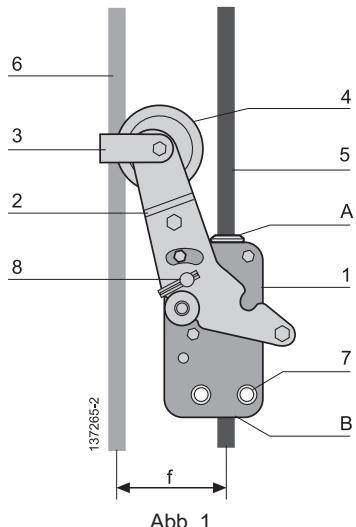

Abb. 1
Die Fangvorrichtung Blocstop™ Typ BSA (Abb. 1) besteht aus einem Gehäuse aus verzinktem Stahl (Pos. 1 Abb. 1) und einem Schwenkhebel aus verzinktem Stahl (Pos. 2 Abb. 1) mit einer Seilrolle aus verzinktem Stahl am Ende (Pos. 4 Abb. 1). Die Fangvorrichtung wird durch die 2 zuvor in den Öffnungen (Pos. 7 Abb. 1) angebrachten Schrauben + selbstsichernden Muttern starr an der Arbeitsbühne befestigt. Die Drehung des Hebels (Pos. 2 Abb. 1) bewirkt das Öffnen oder Schließen der Backen.
Die Funktion der Fangvorrichtung ist automatisch und hängt ausschließlich vom Abstand f (siehe Abb. 1) zwischen dem Hubseil (Pos. 6 Abb. 1) zum Heben der Arbeitsbühne und dem Sicherheitsseil (Pos. 5 Abb. 1) ab, das durch das Gehäuse (Pos. 1 Abb. 1) geht.
- Wenn das Hubseil (Pos. 6 Abb. 1) gespannt ist, hält der Hebel (Pos. 2 Abb. 1) die Backen offen und das Sicherheitsseil (Pos. 5 Abb. 1) gleitet frei durch das Gerät (Abb. 7).
- Wenn das Hubseil (Pos. 6 Abb. 1) entspannt ist, kippt der Hebel (Pos. 2 Abb. 6) dank einer Rückholfeder im Inneren des Gehäuses (Pos. 1 Abb. 6) und bewirkt die Klemmung der Backen auf dem Sicherheitsseil (Pos. 5 Abb. 1). Der Stopp der Arbeitsbühne erfolgt sofort auf der Seite, auf der die Fangvorrichtung installiert ist.
Das Kippen des Hebels (Pos. 2 Abb. 1) kann verursacht werden durch:
Die Seilführung aus verzinktem Stahl (Pos. 3 Abb. 1) sorgt dafür, dass das Hubseil (Pos. 6) immer mit der Rolle (Pos. 4 Abb. 1) in Kontakt bleibt.
**WICHTIG:** Jede Fangvorrichtung ist ab Werk mit Hilfe einer Schraube und einer Sicherungsmutter eingestellt (Position des Hebels (Pos. 2 Abb. 1) gegenüber dem Gehäuse (Pos. 1 Abb. 1)). Es ist verboten, die Einstellung des Hebels gegenüber dem Gehäuse zu ändern.